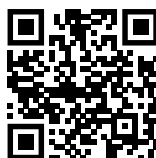

Fig. 83
- Öffnen sie das Liebherr SmartMonitoring Dashboard. (siehe Fig. 83)